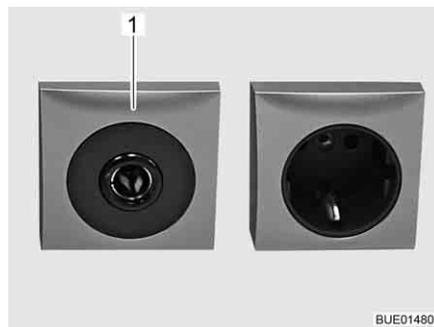

Bild 103 Steckdose 12 V/10 A
- ▷ An die Steckdosen (Bild 103,1) des 12-V-Bordnetzes nur Geräte mit maximal 10 A anschließen.